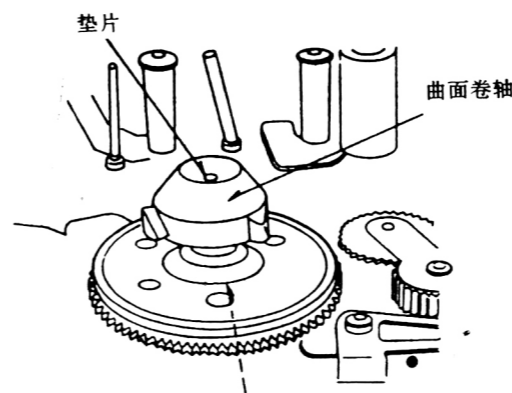

图 1-3-56
4. 插入垫片后安装上附加滚筒头, 然后再插入一个垫片固定, 如图 1-3-56 所示。